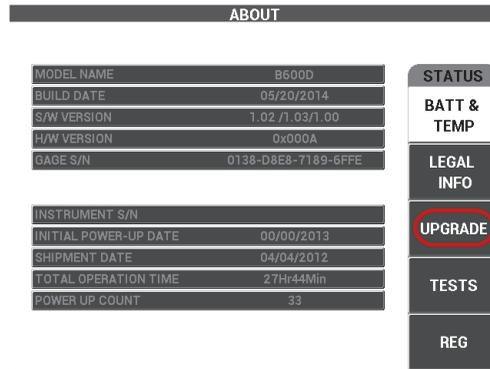

Figura 7-4 Menú UPGRADE (actualización)
3. Pulse la tecla C para seleccionar el menú **UPGRADE** (actualización). Ver la Figura 7-4 en la página 194.